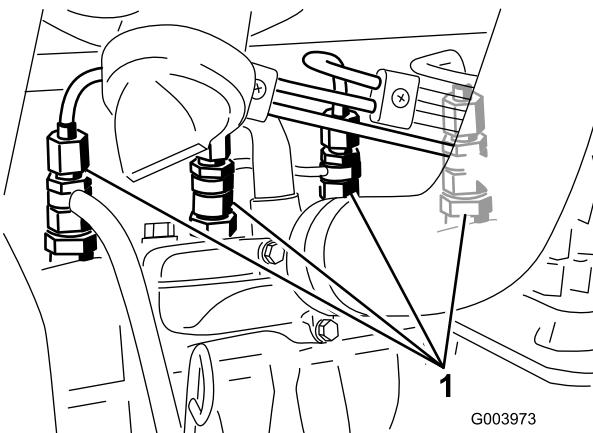

Figura 38
- Allentate il raccordo dell'ugello n. 1 ed il gruppo portaugelli (Figura 38).